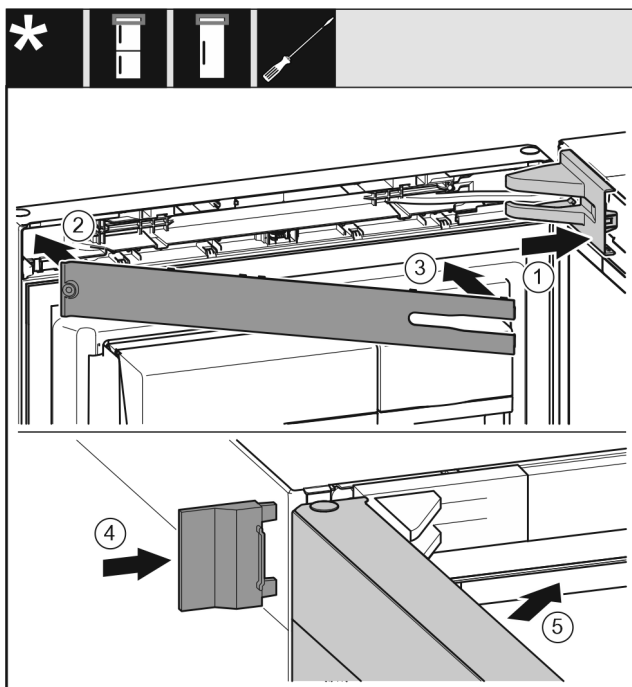

Fig. 51
- ▶ Założyć osłonę płytki zawiasu i zazębnić, ew. ostrożnie odsunąć. Fig. 51 (1)
- ▶ Założyć zaślepkę. Fig. 51 (2)
- ▶ Przechylić i zazębnić zaślepkę. Fig. 51 (3)
- ▶ Wsunąć zewnętrzną osłonę. Fig. 51 (4)
- ▶ Zamknąć górne drzwi. Fig. 51 (5)